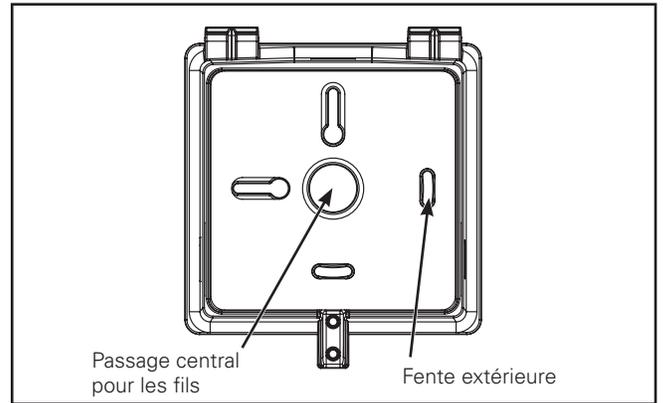

Figure 2.
3. Séparez le couvercle du boîtier du dispositif crosstour du boîtier arrière. Retirez les joints percés indiqués sur le boîtier arrière. (Figure 2.)